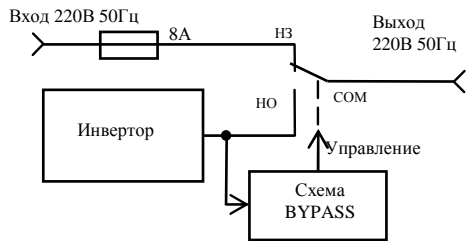

Рисунок 3. Основной источник - инвертор (ON LINE).
Свечение светодиода 6 (см.рис.1) **ON/OFF LINE** в зависимости от варианта исполнения (рис.3 и 4) индицирует режим работы устройства БАЙПАС, что соответствует срабатыванию реле K3.
В изделиях с функцией БАЙПАС (см. рис.3) присутствует модуль **БАЙПАС** в одном из двух вариантов:
- **ON LINE** если основным источником является **инвертор**, то по его включению, питание на выход изделия будет поступать с инвертора (см. рис. 3).